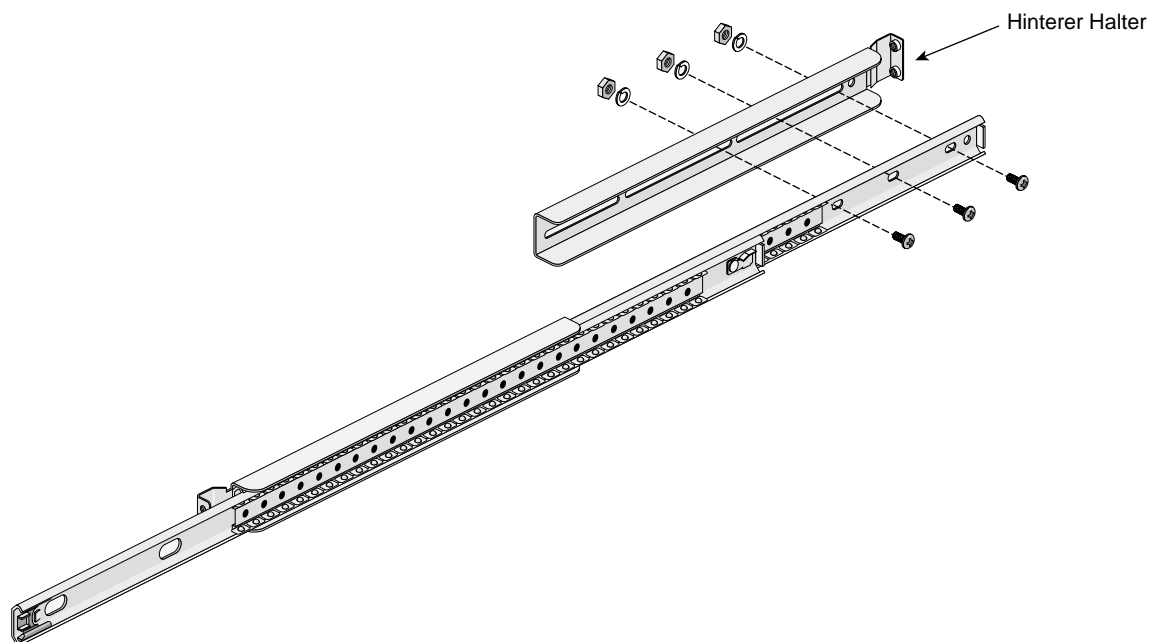

Abbildung 2-4 Anbringen des hinteren Halters am Auszug
9. Stecken Sie drei M4xL8-Schrauben durch die drei Langlöcher im hinteren Bereich des Auszugs und dann durch die beiden hinteren Schlitzlöcher im Halter (siehe Abbildung 2-4). Stecken Sie keine Schrauben durch die runden Löcher hinten in dem Halter.